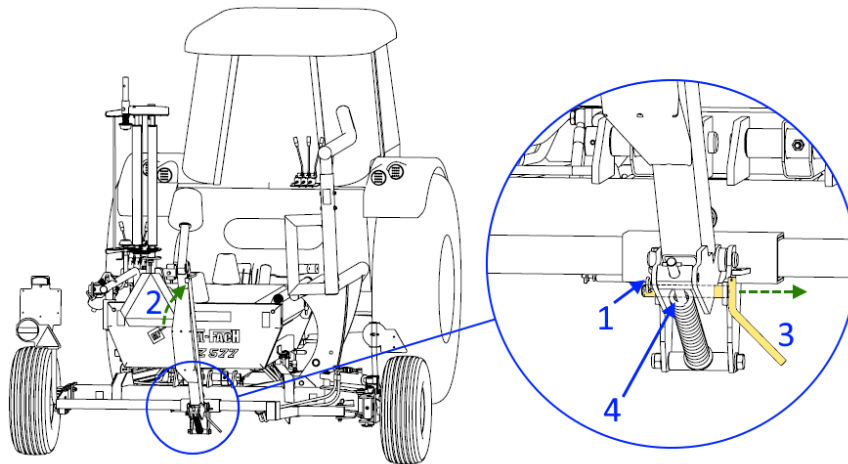

Figure 48. Position de travail du dispositif de positionnement des balles
- Placer le dispositif de positionnement des balles en position de travail (**fig. 48**).
Pour placer le dispositif de positionnement des balles en position de travail (**fig. 48**) :